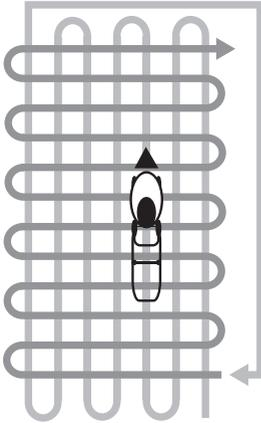

Рис. 15 Схема кошения высокой и/или загущенной травы
5. При работе в тяжелых условиях (п. 3,4) рекомендуется двигаться медленнее или проводить повторный покос с меньшей высотой скашивания. На Рис. 15 представлена схема движения газонокосилки при скашивании высокой и/или загущенной травы.